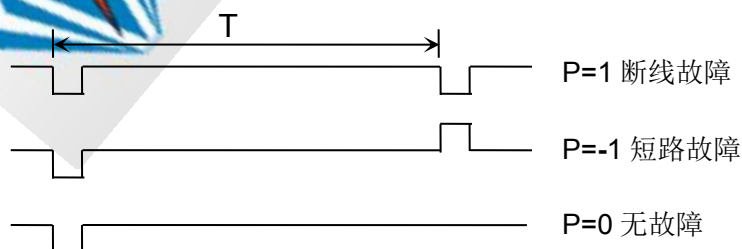

图 1 不同故障的反射波形
将脉冲源的发射脉冲和线路故障点的反射波在显示器实时显示，并由仪器提供的时钟信号可测得时间 T 。因此线路故障点的距离 L_x 便可由 (2) 式求得。不同故障时的波形如下图 1 所示。